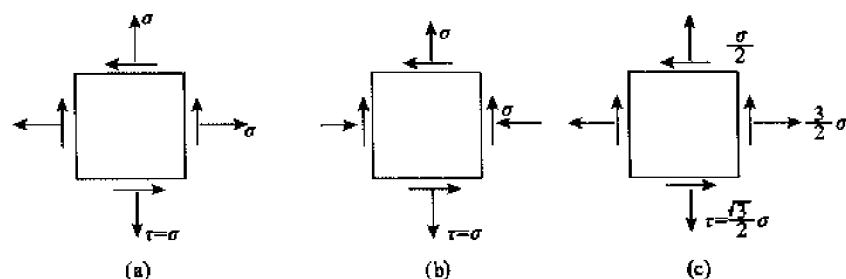

图 7-11
【例 6】 某塑性材料构件内,存在三点处于平面应力状态,其单元体分别如图 7-11 中的 a, b, c 所示, ($\sigma > 0$)
(1) 试分别求其主应力, 并说明属于何种简单的应力状态?
(2) 若按照最大剪应力强度理论, 则哪一点最易屈服? (浙江大学, 2000 年)
解 (1) 对于图 7-11(a), 由主应力计算公式
对于图 7-11(b), 由主应力计算公式
对于图 7-11(c), 由主应力计算公式
(2) 对于图 7-11(a), 最大剪应力是 $\tau_{\max} = \frac{1}{2}(\sigma_1 - \sigma_3) = \sigma$
对于图 7-11(b), 最大剪应力是 $\tau_{\max} = \frac{1}{2}(\sigma_1 - \sigma_3) = \sqrt{2}\sigma$
对于图 7-11(c), 最大剪应力是 $\tau_{\max} = \frac{1}{2}(\sigma_1 - \sigma_3) = \sigma$
由最大剪应力强度理论, 图 7-11(b) 对应点最易屈服。